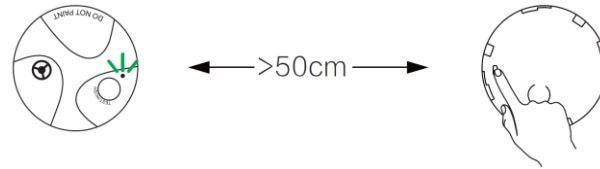

图9
3. 把第二个产品底部的电源开关拨到“ON”位置，如图9所示。